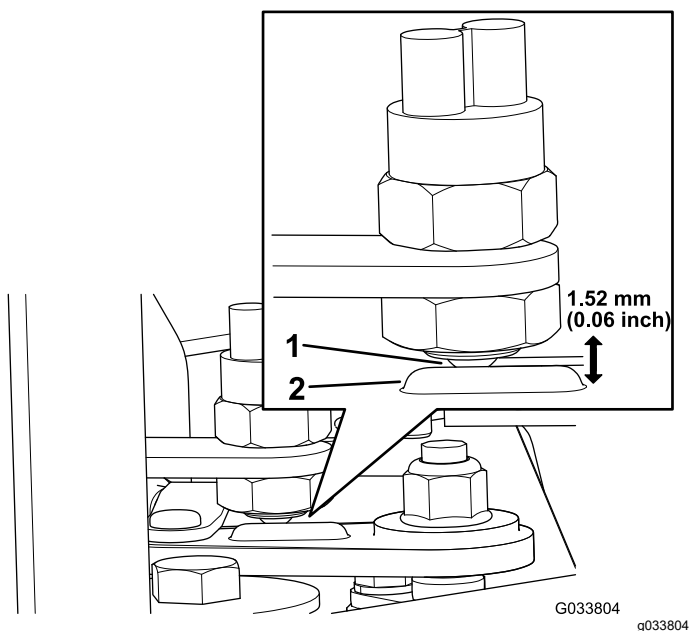

Bild 5
2. Stellen Sie sicher, dass der Kugelschalter sich vor dem Höcker am Schalthebel (Bild 5) befindet.
3. Stellen Sie die Tiefe des Kugelschalters auf einen Abstand von 1,52 mm zwischen dem Höcker am Schalthebel und der Vorderseite des Kugelschalters ein (Bild 5).